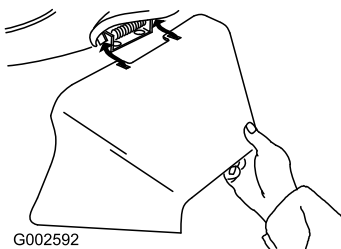

Figura 25
- Instale el conducto de descarga lateral y cierre la puerta sobre el conducto (Figura 25).